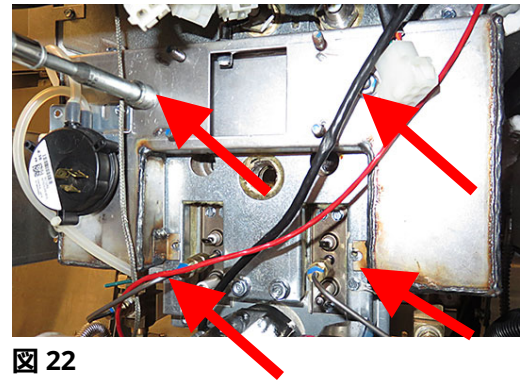

図 22
27. プレナムを取り付けている 2 本のネジと 2 本のナットを取り外します (図 22 を参照)。